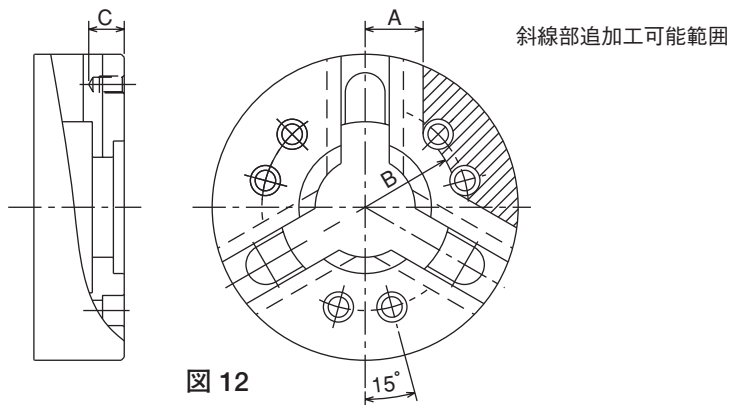

図 12
- ・チャックボデー表面にロケータや治具を取り付ける場合は、図12に示す追加加工範囲内に穴明けを行ってください。